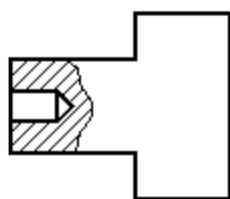

FIGURA 4
4. En los casos de cortes parciales o mordeduras, la separación entre la parte seccionada y el resto de la pieza, se indica con una línea fina a mano alzada, y que no debe coincidir con ninguna arista ni eje de la pieza (figura 4).